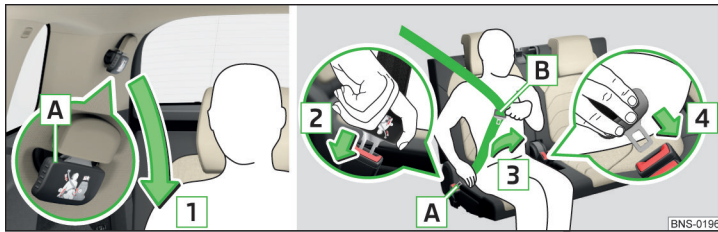

Abb. 19 Sicherheitsgurt der dritten Sitzreihe anlegen / ablegen
- › Den Gurt an der Schlosszunge [A] » Abb. 19 langsam nach unten in Pfeilrichtung [1] ziehen.
- › Die Schlosszunge [A] » Abb. 19 fassen und die rote Taste im Gurtschloss drücken, die Schlosszunge springt heraus.